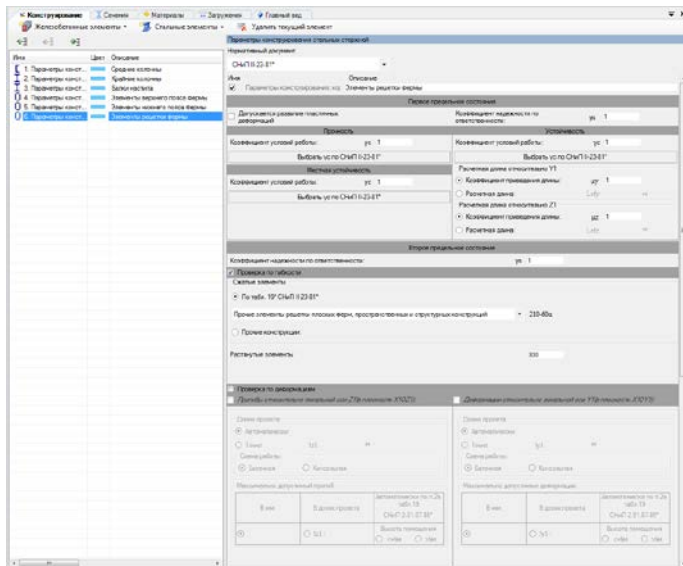

Рис. 156. Редактор параметров конструирования элементов решетки фермы
• В разделе **Первое предельное состояние** задайте (рис. 156):